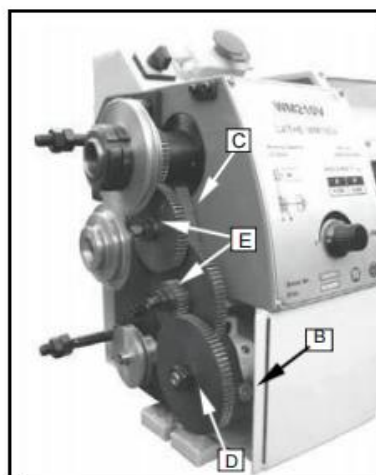
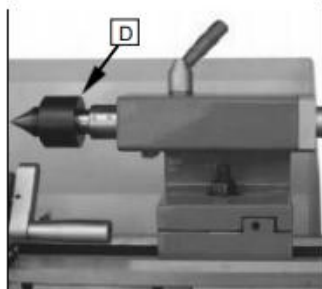

Fig. 19
Fig. 29
3. Desserrez le verrouillage vis (B, Fig.19)
4. Balançoire le quadrant (C, (Fig . 19) à le droite .
5. Dévissez le écrou (D, Fig.29) de la vis-mère ou la noix (E, Fig.19) du quadrant boulons pour
Le en direct centre est monté dans balle roulements. Son utilisation est hautement recommandé pour tournant à des vitesses supérieures à 600 TR/MIN. (Fig.29)